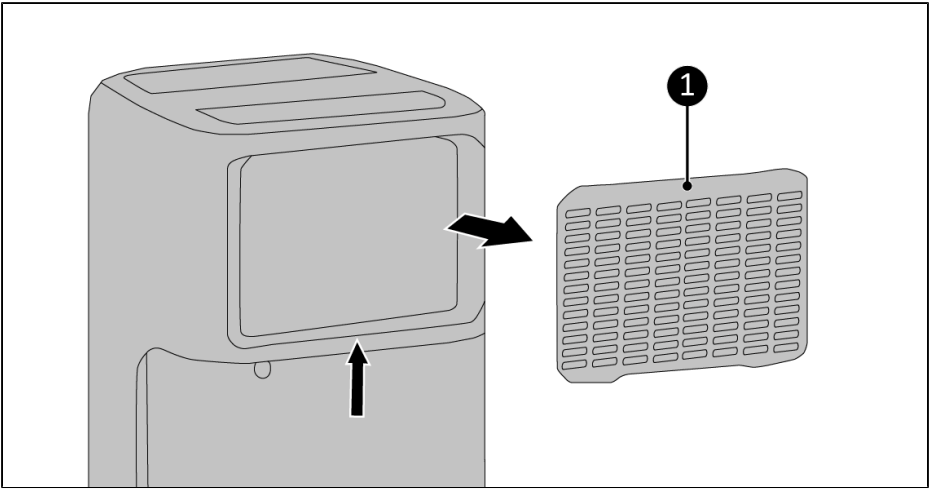

Abbildung 32.
2. Entfernen Sie den Filter (Abbildung 32, Pos. 1).